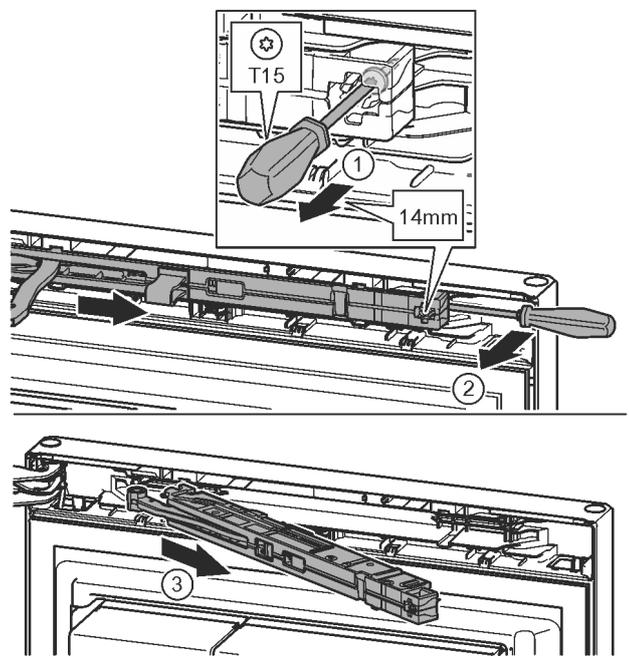

Fig. 12
- ▶ Suelte el tornillo en la unidad de amortiguador de cierre aprox. 14 mm con el destornillador T15. *Fig. 12 (1)*
- ▶ Desplácelo con un destornillador por el lado del tirador detrás de la unidad de amortiguador de cierre y gírelo hacia delante. *Fig. 12 (2)*
- ▶ Extraiga la unidad de amortiguador de cierre. *Fig. 12 (3)*